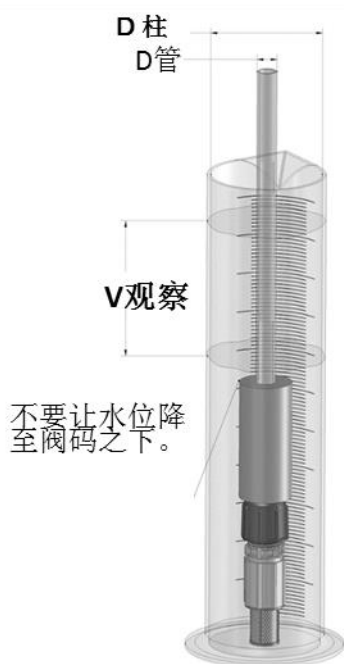

图 20：刻度量筒
1. 准备一个准确测量流量的装置，例如量筒或精确至 1 克的天平。如果使用量筒，确保在校准过程中流体表面积保持恒定，例如，流体液面保持在图 20 所示的底阀配重块以上。
- e. 以毫升为单位读取流体体积的最终读数。如果使用天平，请将开始和结束重量之间的差值除以被泵送的化学溶液的比重。如果使用插入底阀的量筒（图 20），则需要根据以下公式调整读数以补偿吸入管内的量：